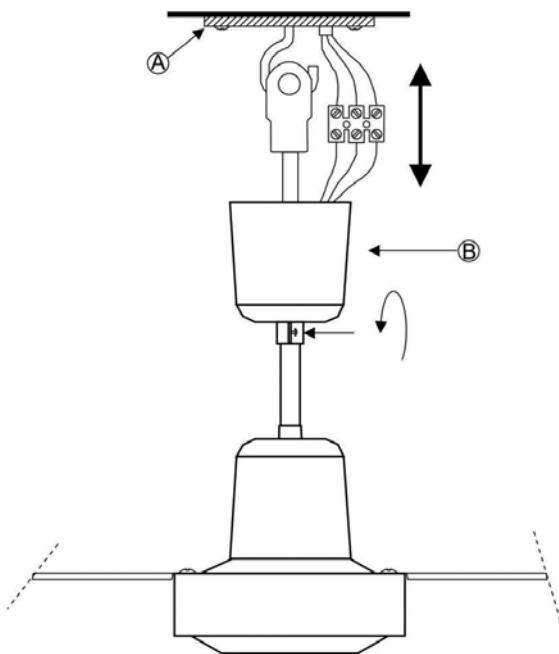

Fig. 6
2. Dévisser les deux vis situées à la base du cache en forme de cône situé en partie supérieure, afin d'accéder au point de suspension et au bornier de raccordement. Suspendre le ventilateur **(B)** au crochet du support crochet **(A)** **(Fig. 6)**.